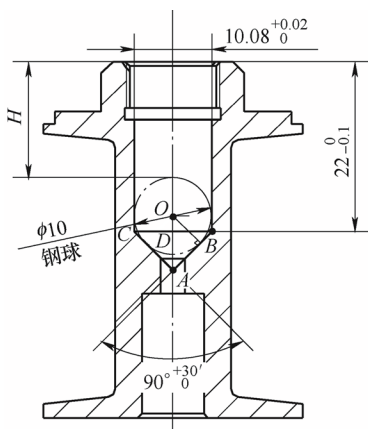

图2 测量方法示意
为准确测量出孔深尺寸 $22^{+0.1}_0$ mm，可将一 $\phi 10$ mm钢球放入工件 $\phi 10.08^{+0.02}_0$ mm孔内（见图2），O为钢球中心，A为 90° 锥面的顶点，B为钢球中心到锥面的垂点，C为 $\phi 10.08$ mm孔径底部和 90° 锥面的交点，OD为钢球圆心到 $\phi 10.08$ mm孔底的距离。通过测量基准转换，只需用深度尺或深度千分尺测量端面到球体的尺寸H即可。
1) 当锥面取值为 90° 时，由图2可知，在 $Rt\triangle OAB$ 中， $OB=R=5$ mm， $\angle OAB=45^\circ$ 。根据三角函数的正弦定理可得： $OA=OB/\sin\angle OAB=5/\sin 45^\circ=7.071$ (mm)。 $AD=CD=10.09/2=5.045$ (mm)。 $OD=OA-AD=2.026$ (mm)。 $H_{\max}=22-(OD+R)=14.974$ (mm)， $H_{\min}=21.9-(OD+R)=14.874$ (mm)。因此， $H=14.9^{+0.074}_{-0.026}$ mm。
2) 当锥面取值为 90.5° 时，由图2可知，在 $Rt\triangle OAB$ 中， $OB=R=5$ mm， $\angle OAB=45.25^\circ$ 。根据三角函数的正弦定理可得： $OA=OB/\sin\angle OAB=5/\sin 45.25^\circ=7.040$ (mm)。 $AD=CD/\tan\angle OAC=5.001$ (mm)。 $OD=OA-AD=2.039$ (mm)。 $H_{\max}=22-(OD+R)=14.961$ (mm)。 $H_{\min}=21.9-(OD+R)=14.861$ (mm)。因此， $H=14.9^{+0.061}_{-0.039}$ mm。